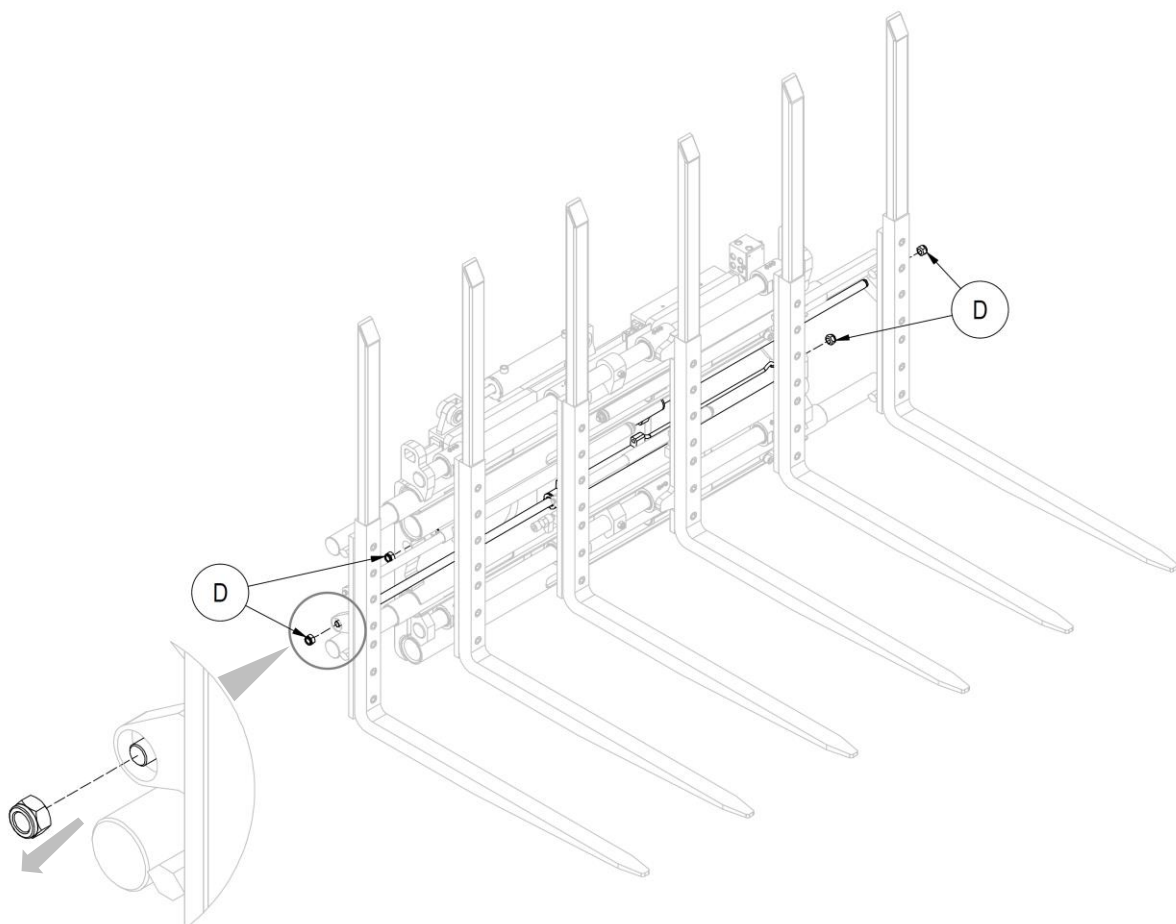

Figura 17
4. Fare riferimento alla *Figura 17*.